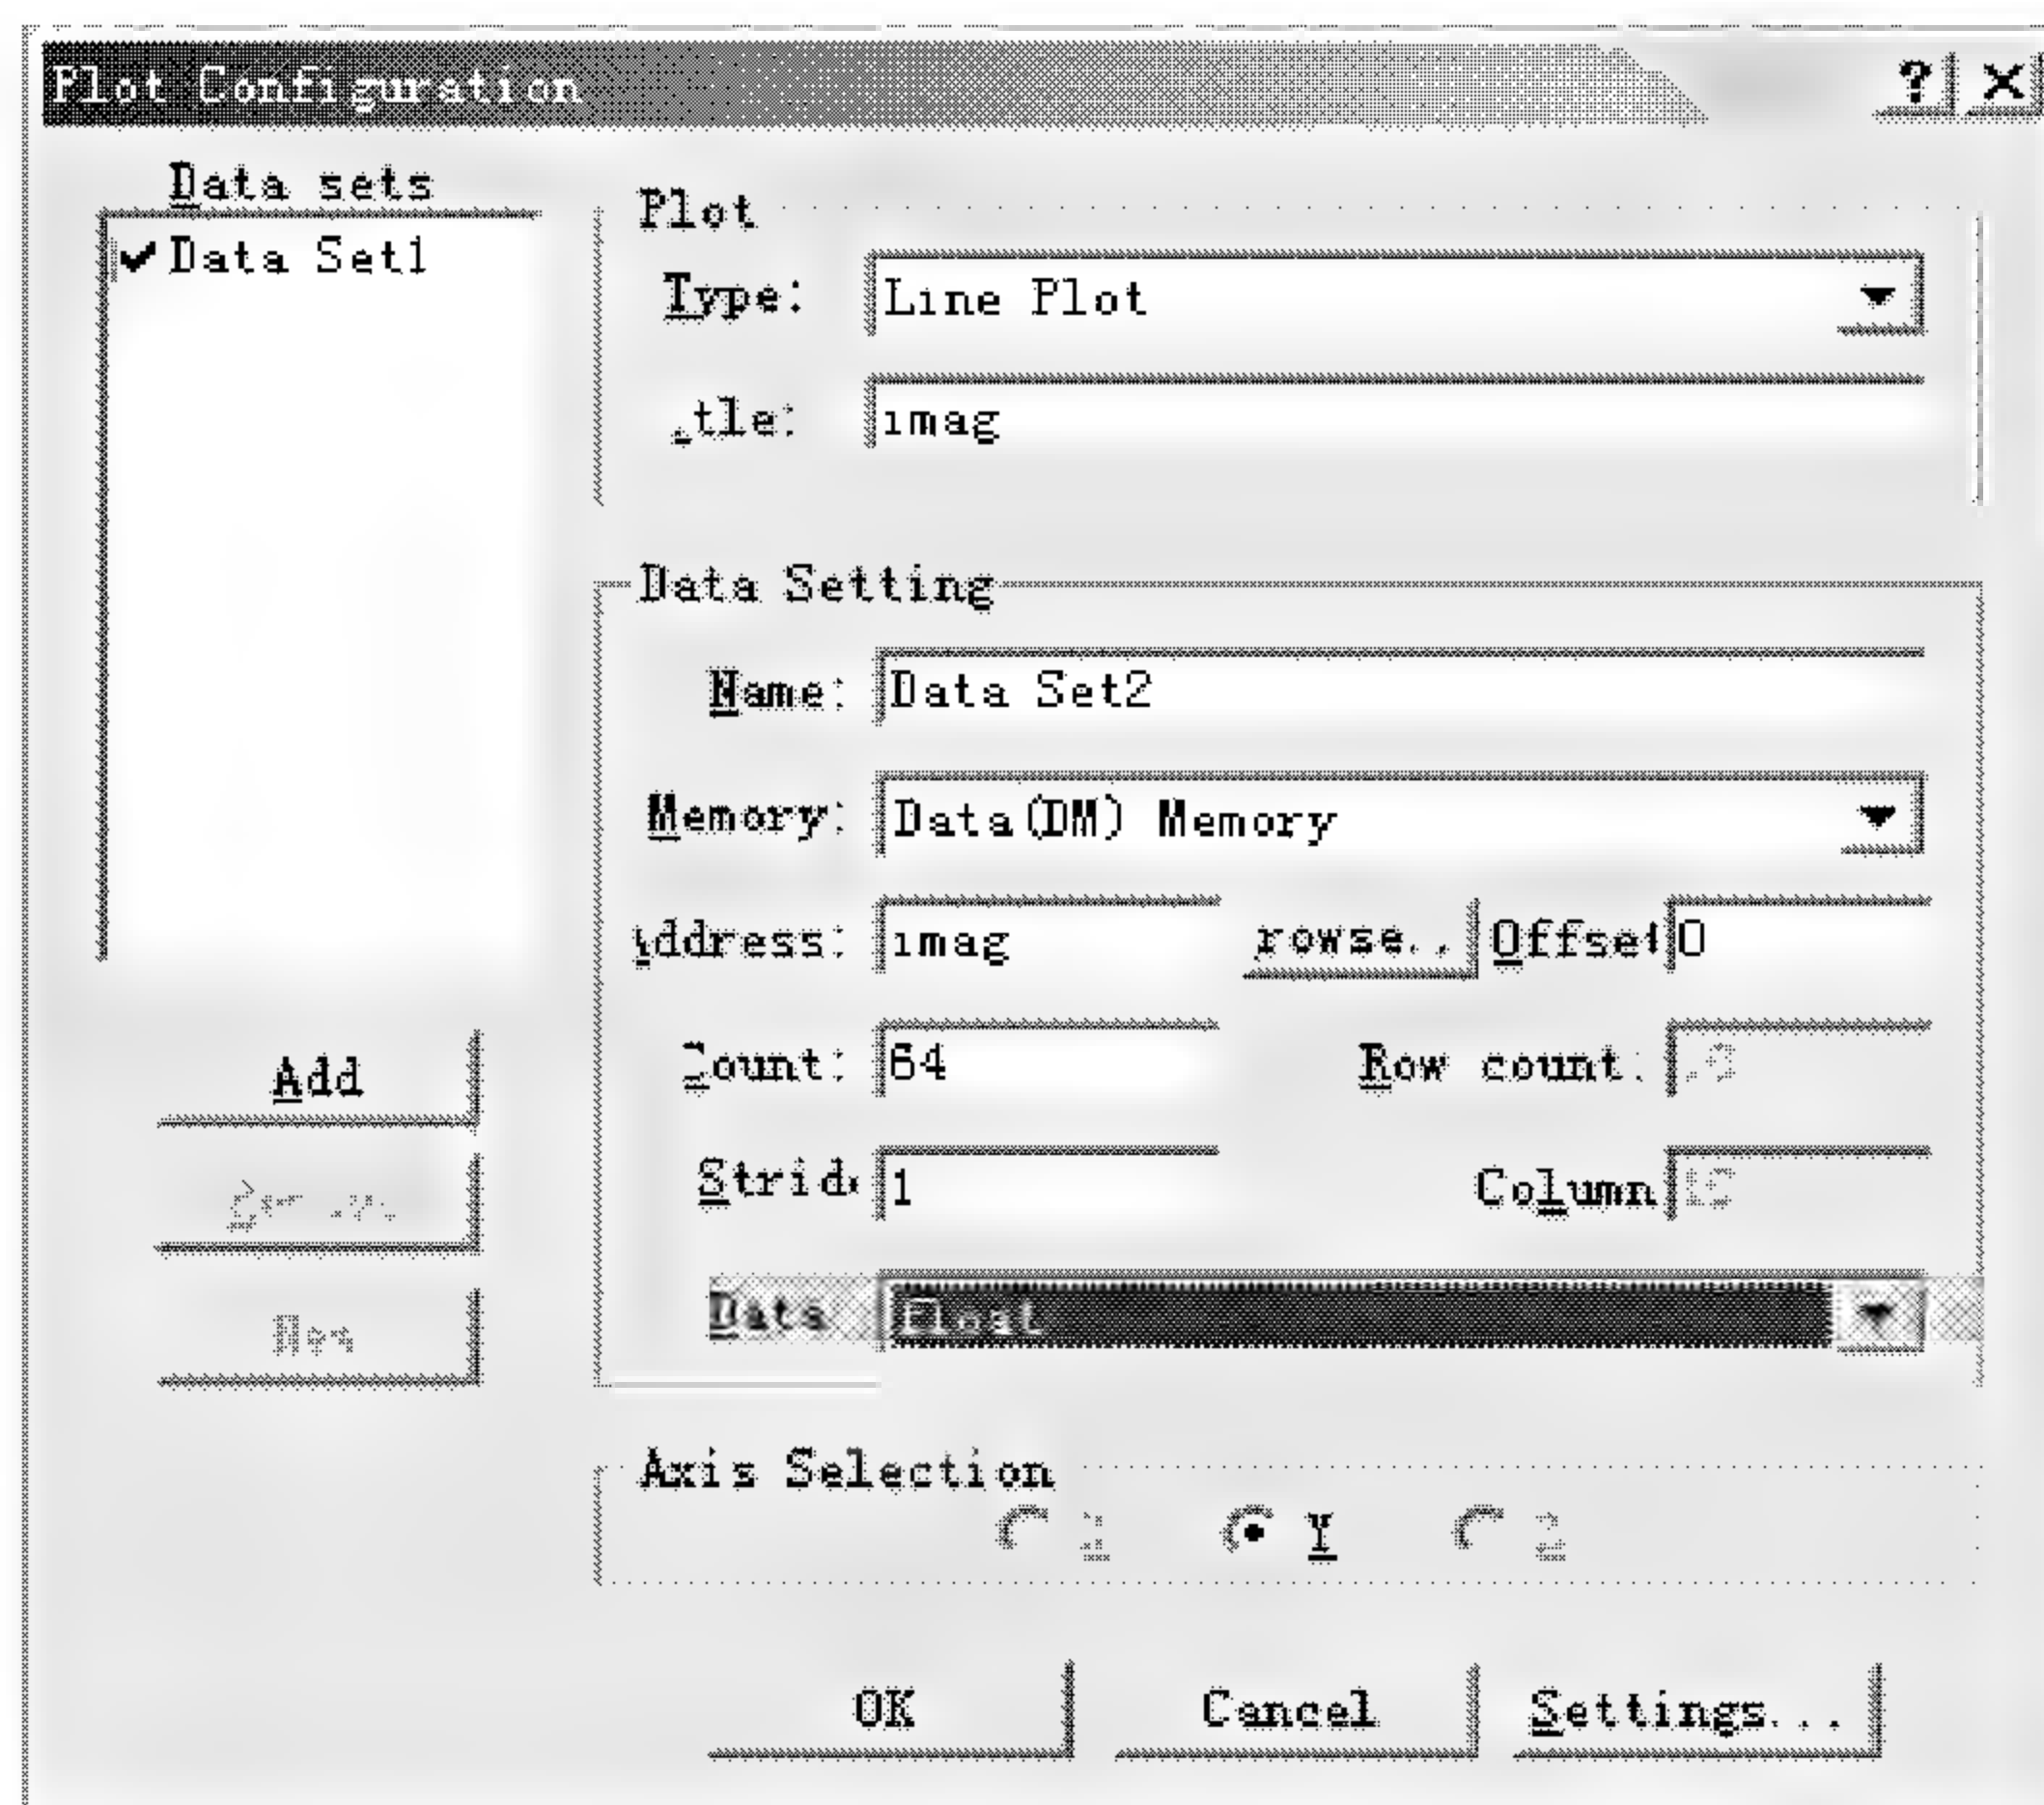

图 4.9 Plot Configuration 对话框
(1) 选择 **View** → **Debug Window** → **Plot** → **New**, 打开一个 **Plot Configuration** 对话框。如图 4.9 所示。
(2) 在 **Plot Configuration** 对话框中设置数据显示方式。